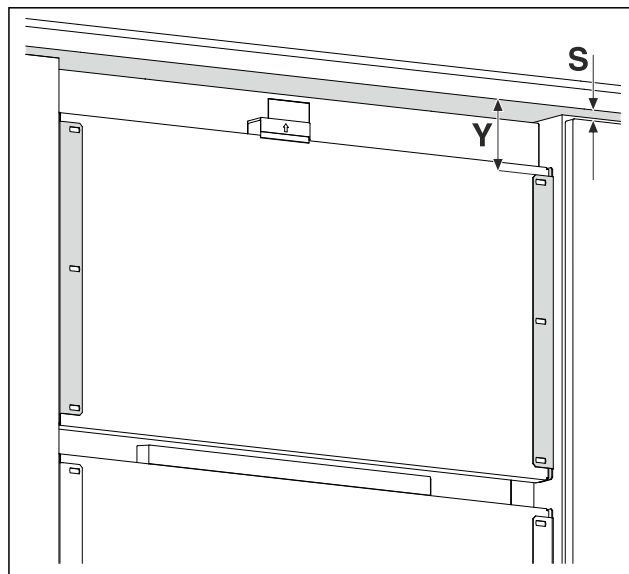

Fig. 16 Immagine a titolo di esempio
- Misurare la distanza Fig. 16 (Y) dal bordo inferiore del frontale del mobile all'angolare di supporto.
- Misurare la distanza Fig. 16 (S) dal bordo inferiore del frontale del mobile al bordo superiore della porta del mobile.